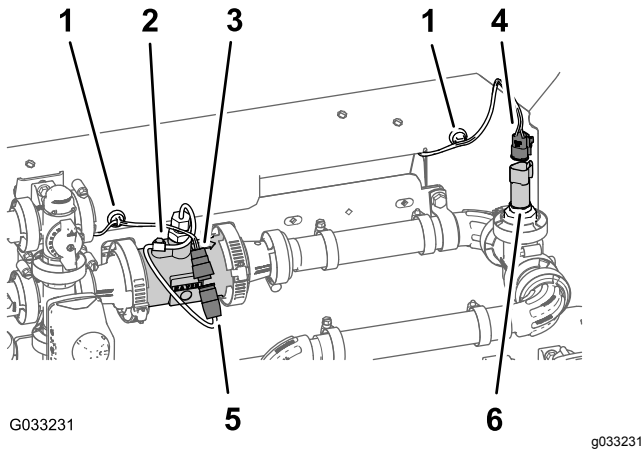

图 101
- 把标有**流量计**和标有**压力传感器**的 203cm 线束支管的接头放到歧管安装架的后部图 101。
- 将流量计的 203cm 线束支管的 3 插槽接头未标记插入流量计线束的 3 针接头图 101。
- 将标有**压力传感器**的 203cm 线束支管的 3 插槽接头插入压力传感器的 3 针接头图 101。
- 把流量计和压力传感器的磁性线束锚栓固定至歧管安装架的表面图 101。